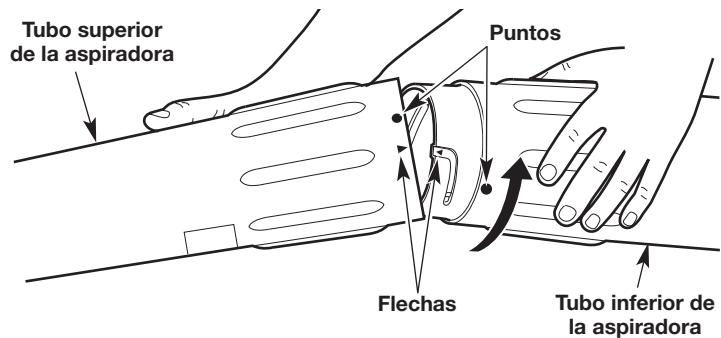

Fig. 7
2. Debe alinear la flecha del tubo inferior con la flecha del tubo superior de la aspiradora (Fig. 7).
3. Inserte el tubo inferior en el tubo superior de la aspiradora (Fig. 7).
4. Con ambas manos, gire el tubo inferior de la aspiradora hacia la derecha hasta que calce en su lugar (Fig. 7).
**NOTA:** Cuando está bien armado, el punto del tubo inferior queda alineado con el punto del tubo superior de la aspiradora (Fig. 7).